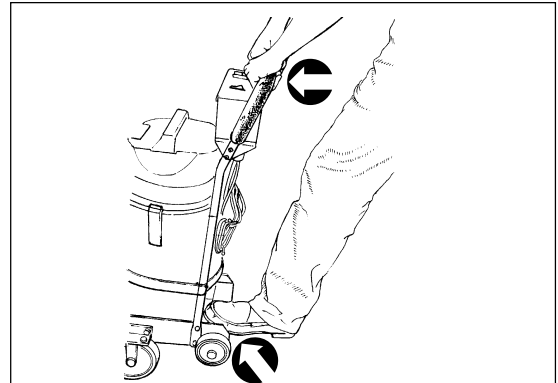

Figura 13
- b.) Capovolgere la macchina premendo la fascetta di ribaltamento con un piede e spingendo contemporaneamente la maniglia verso il basso. Vedere la Figura 13.